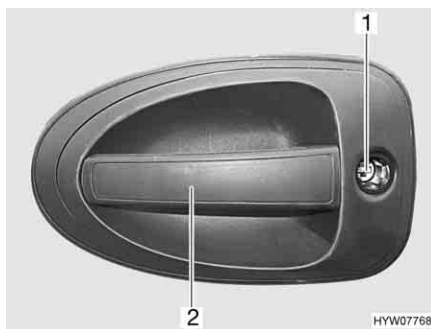

Fig. 42 Serratura della porta conducente, lato esterno
- Inserire la chiave nel cilindro della serratura (Fig. 42,1) e ruotare fino a quando la serratura della porta si sblocca.
- Tirare la maniglia della porta (Fig. 42,2). La porta è aperta.
- Inserire la chiave nel cilindro della serratura (Fig. 42,1) e ruotare fino a quando la serratura della porta si blocca.